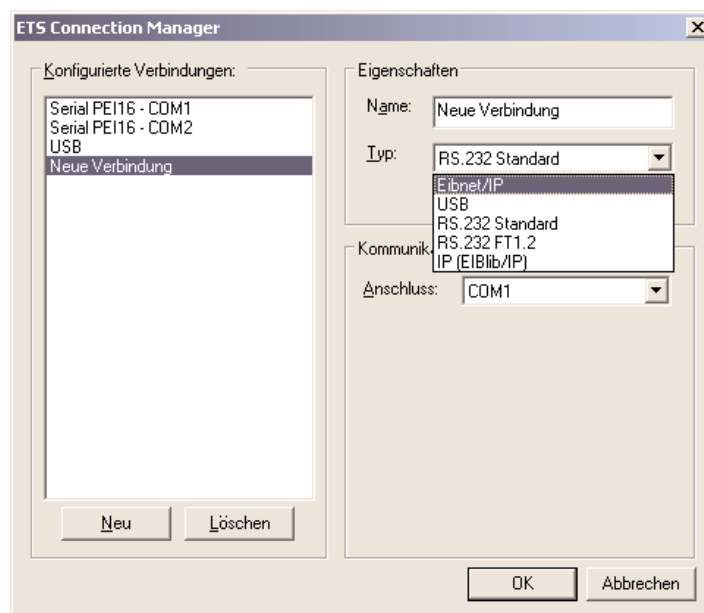

Bild 6: Neue Verbindung als EIBnet/IP anlegen
3. Eine neue Verbindung anlegen. Dazu die Schaltfläche "Neu" betätigen. Der neuen Verbindung einen eindeutigen Namen vergeben. Als Typ "Eibnet/IP" auswählen (vgl. Bild 6). Im Anschluss sucht die ETS3 automatisch im IP-Datenetz nach verfügbaren IP-Kommunikationsgeräten.